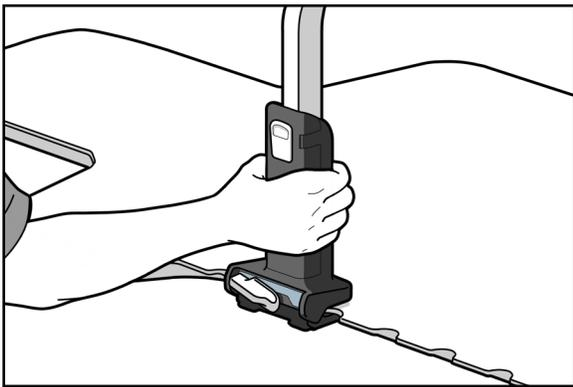

Abb. 1
1. Bringen Sie bei entriegelter Position des Verriegelungshebels auf jeder Seite der Vorrichtung eine Bridge-Klemme an (Abb. 1).